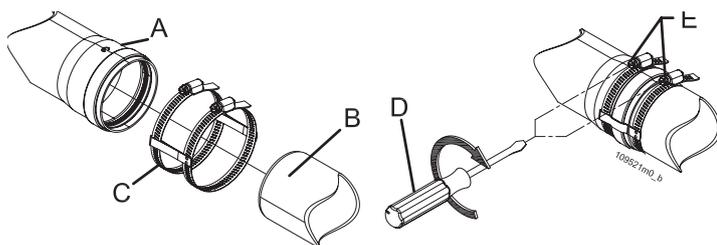

Figura 5-39 - Fijación de los conductos de evacuación y de aspiración
**ATENCIÓN!!!** Fije mecánicamente los encastres entre los distintos elementos que forman el conducto de evacuación, utilizando sistemas de fijación o sistemas equivalentes. Véase la Figura 5-39.